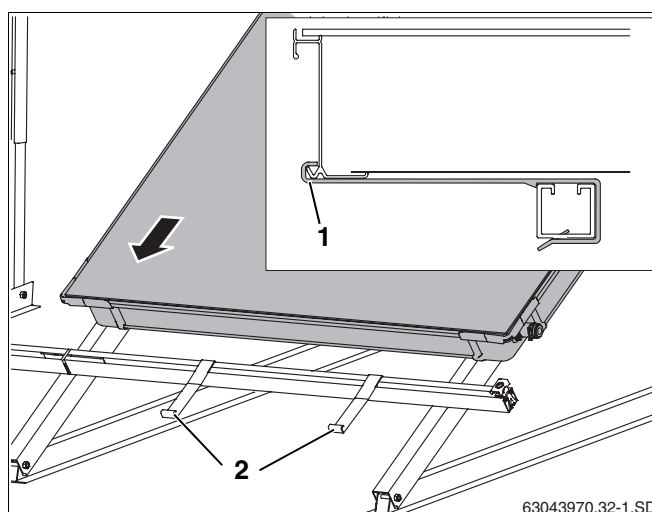

Fig. 46 Colocar el primer colector sobre los perfiles guía
- Coloque el primer colector sobre los perfiles guía y déjelo deslizar hasta los seguros contra deslizamiento (fig. 46, **pos. 2**) (fig. 46).
El borde inferior del colector debe descansar sobre la abertura del seguro contra deslizamiento (fig. 46, **pos. 1**).